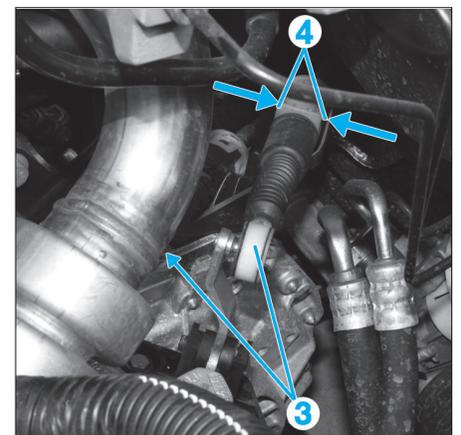

Fig. 4
- les câbles de commande de vitesses en (3) (Fig.4),
- les arrêts de gaines des câbles de commande sur la boîte de vitesses en appuyant de chaque côté en (4).